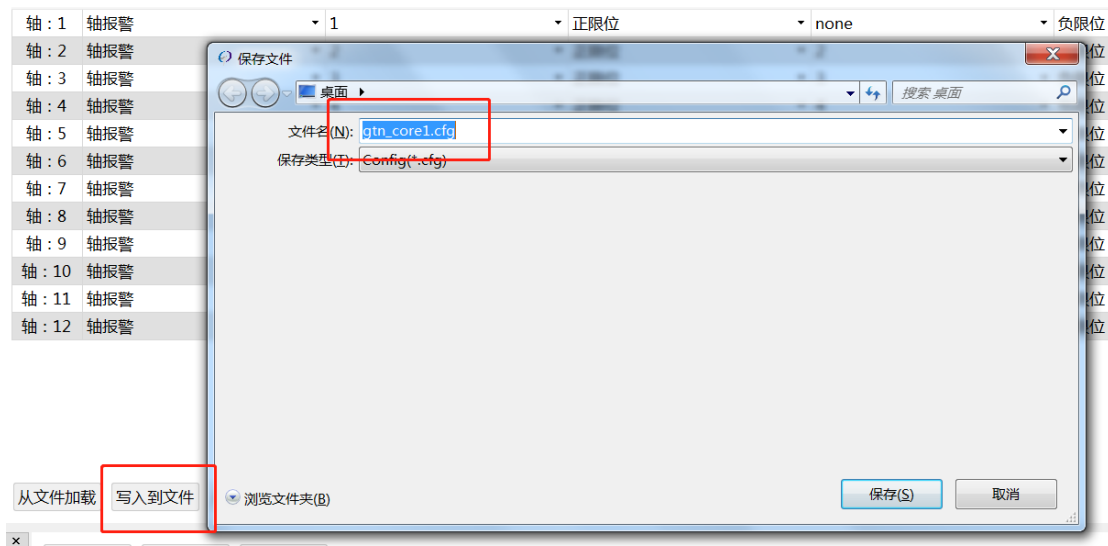

图 22
5、然后点击写入到控制器，再点击写入到文件，文件名默认为 gtn_core1，保存到桌面，如图 22